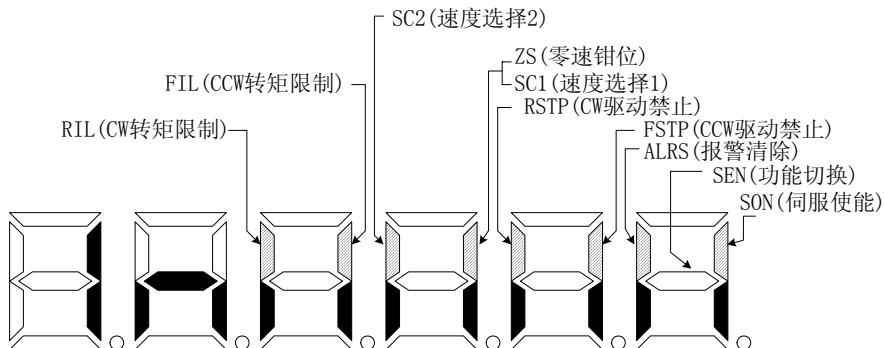
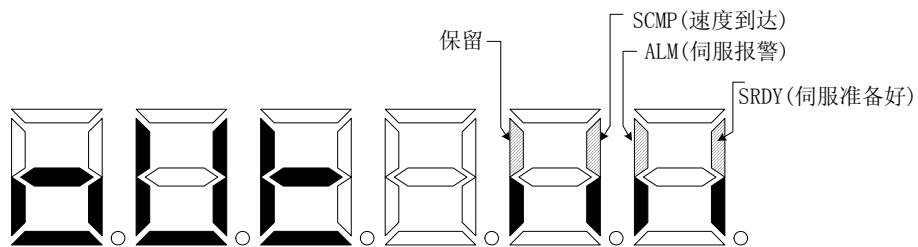

图 6-3 输入端子显示(笔划点亮表示 ON, 熄灭表示 OFF)
图 6-4 输出端子显示(笔划点亮表示 ON, 熄灭表示 OFF)
**注 6：**输入端子显示如图 6-3 所示，输出端子显示如图 6-4 所示。